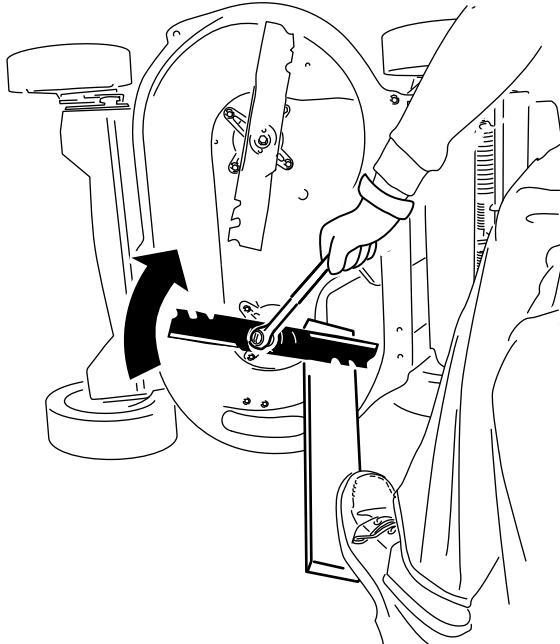

Figure 31
- Immobilisez chaque lame à l'aide d'une planche et tournez le boulon de la lame dans le sens horaire au moyen d'une clé dynamométrique, comme montré à la Figure 31; serrez le boulon de la lame à **82 N·m (60 pi-lb)**.